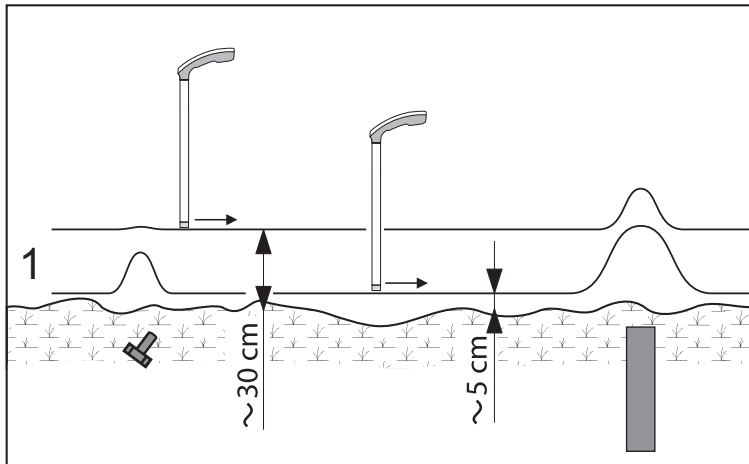

Abb. 9: Ortung kleiner und großer Objekte bei gleicher Empfindlichkeit. Der Abstand des Magnetometers von der Oberfläche variiert (Schnittdarstellung).
- Wird der Abstand zwischen Magnetometer und Oberfläche² vergrößert ohne dass die Empfindlichkeit verändert wird, kann das Objekt schlechter oder nicht mehr geortet werden (Abb. 9).